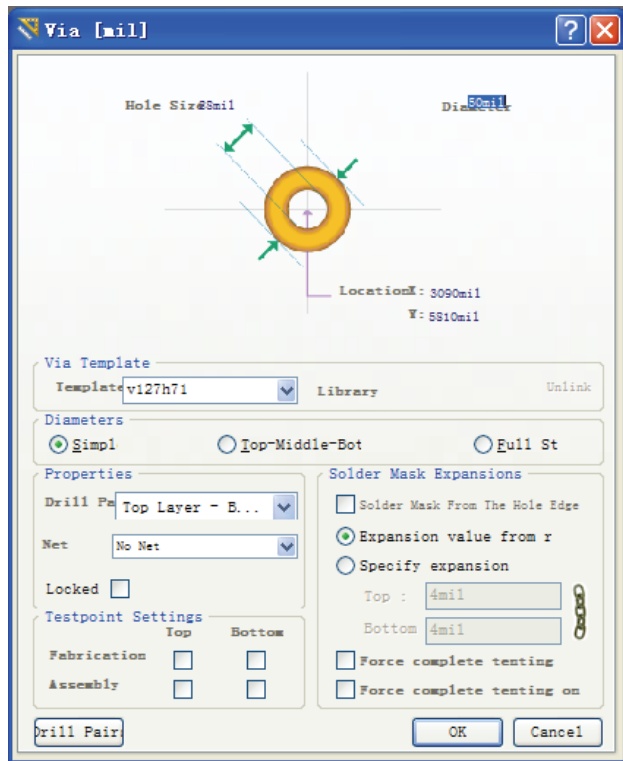

图 10-10 过孔属性设置对话框
(3) 按 **Tab** 键，则弹出过孔属性设置对话框，如图 10-10 所示。
在图 10-10 中可以对过孔的直径、孔径大小、位置坐标、起始工作层面、结束工作层面、网络标号 (Net)、测试点、锁定和阻焊层尺寸等属性参数进行设定和选择。